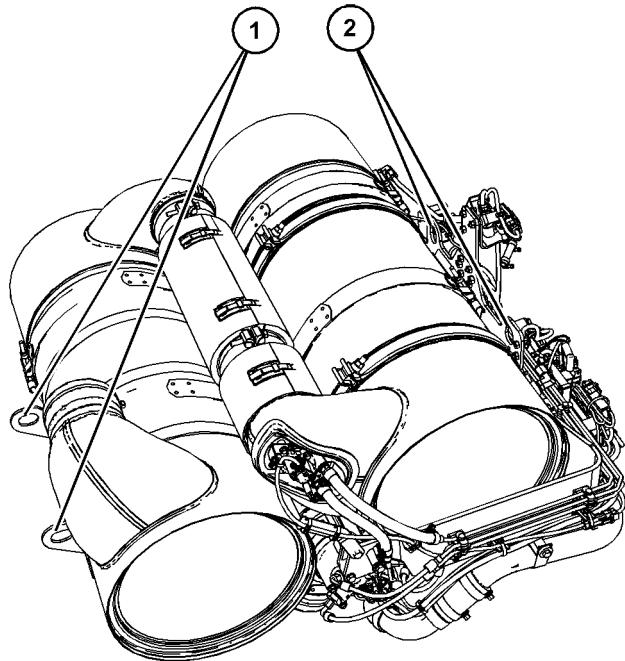

图 27
确保提升 CEM 时使用 4 个吊耳。仅使用吊耳 (1) 和吊耳 (2) 提升 CEM 时，参考图 27。